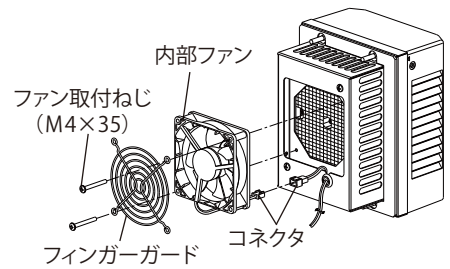

図5 内部ファン取外し
- ①フィンガーガード、内部ファンを固定しているねじ(M4×35)2ヶ所を外してください。(図5参照)
- ②内部ファンを本体より引出し、コネクタを外してください。
- ③交換用ファンのコネクタを接続し、逆の手順で本体に取付けてください。